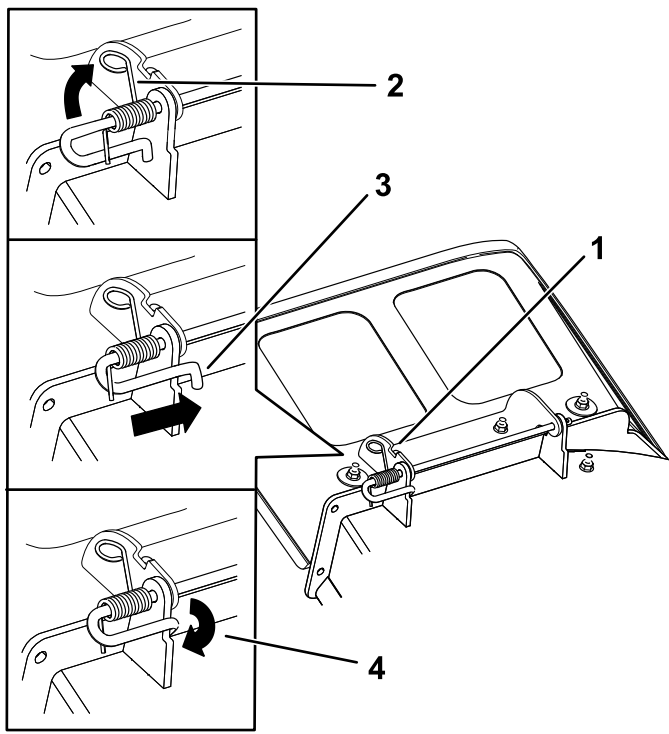

Figura 79
4. Posizionate il nuovo gruppo deflettore di scarico con le estremità delle staffe collocate tra le staffe saldate al piatto come illustrato nella Figura 79.
6. Posizionate la molla sull'asta come mostrato nella Figura 79 in modo che l'estremità più corta della molla esca da sotto l'asta prima della curva e torni sopra l'asta al ritorno dalla curva.
7. Sollevate l'estremità lunga della molla e inseritela nella tacca presente sulla staffa del deflettore (Figura 79).
8. Fissate il gruppo asta e molla torcendolo in modo tale che l'estremità corta dell'asta si trovi dietro la staffa anteriore saldata al piatto (Figura 79).